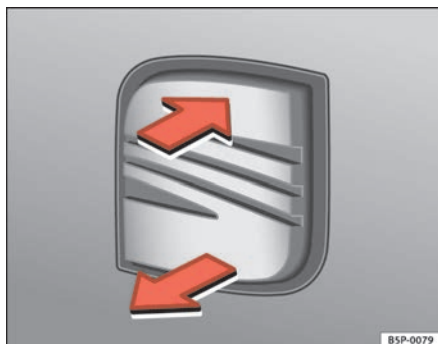

Fig. 45 Porta-bagagens: abertura a partir do exterior
- Puxe o manípulo e levante o porta-bagagens ⇒ fig. 45. O porta-bagagens abre-se automaticamente.